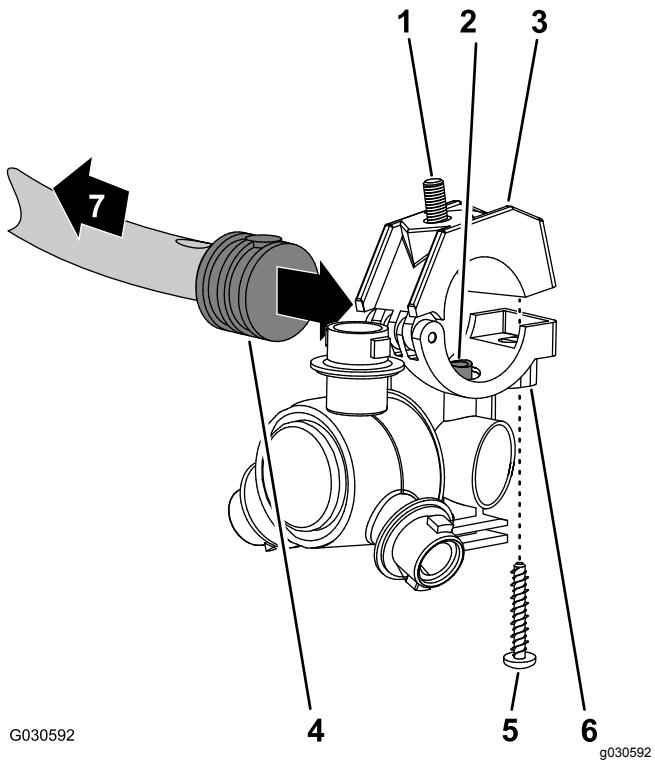
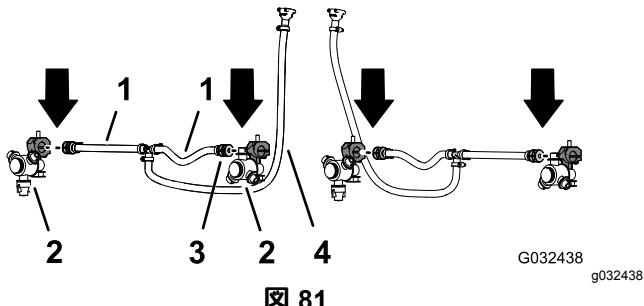

図 80
図 81
1. 12 3本ブーム用のノズルホースを取り外す (ページ 29)で取り外した散布ノズルについて、クランプの上半分をサドルに固定しているステンレスねじを外す (図 80)。
2. センターブームスプレーバルブ 5または6用のホースアセンブリ 25cm の端部についている片側バーブ付きホースシャンクの側面にある穴を探し出す図 80 と図 81。
3. ノズルのサドルに付いているトランスファチューブ図80を、片側バーブ付きホースシャンク $\frac{1}{2}$ "の穴に合わせる。
4. バーブ付きホースシャンクにホースクランプの上半分をセットし、クランプとノズルボディ図80を、ステンレスねじ#12 x 1 $\frac{1}{4}$ "で固定し、2.262.82 N·m 0.250.3kg.m = 2025in-lbにトルク締めする。
5. センターブーム用のもう一方のホースアセンブリスプレーバルブ5または6の片側バーブ付きホースシャンクに対してステップ2~4を行う図80と図81。